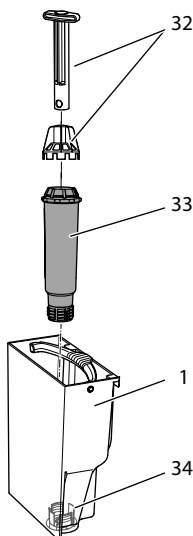

Fig. 19: Iskruning/udskruning af vandfilter
- Fjern vandfilteret (se Fig. 19 på side 196).
- Sæt et nyt filter ind i vandbeholderen (se Fig. 19).
- Fjern vandbeholderen (se Fig. 19).